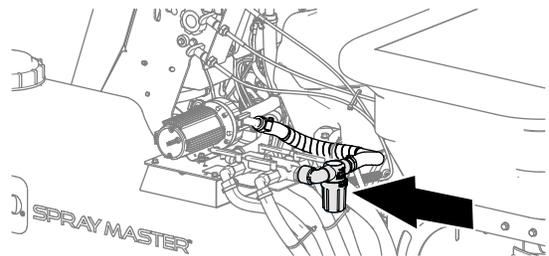

**Figura 52**
1. Gire las válvulas de retorno y aspiración de los depósitos izquierdo y derecho a la posición de cerrado (Figura 52).